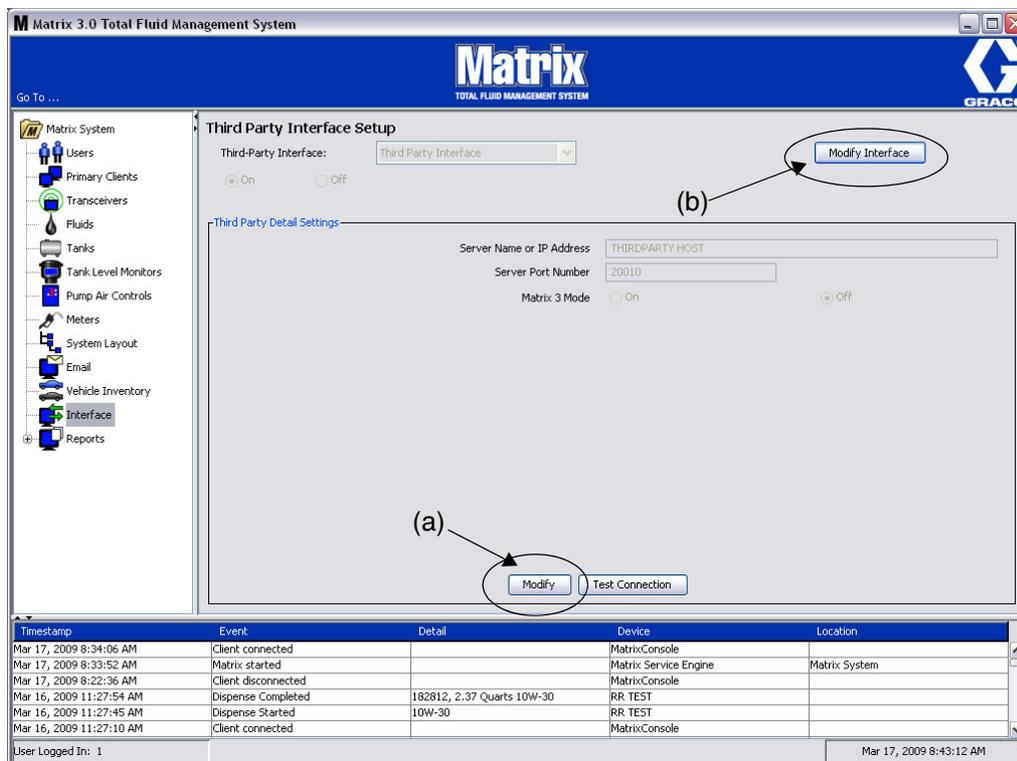
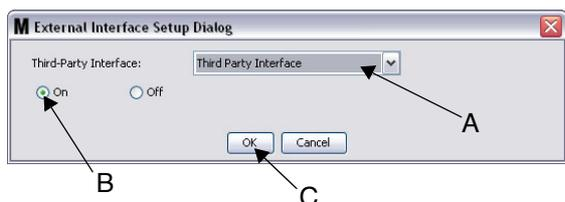

Рис. 162
Рис. 164 Диалоговое окно «External Interface Setup» [Настройка внешнего интерфейса]
1. Нажмите кнопку «**Modify**» [Изменить] (a) (Рис. 162 на стр.118), чтобы отобразить диалоговое окно «External Interface Setup» [Настройка внешнего интерфейса].
1. Нажмите кнопку «**Modify Interface**» [Изменить интерфейс] (b) (Рис. 162). Появится диалоговое окно «External Interface Setup» [Настройка внешнего интерфейса] (Рис. 164). Это диалоговое окно используется для настройки стороннего интерфейса.
2. Выберите сторонний интерфейс из раскрывающегося меню (A – Рис. 164).
3. Установите переключатель «**ON**» [ВКЛ] (B – Рис. 164). Параметр «Third Party Interface» [Сторонний интерфейс] позволяет Matrix использовать сторонний интерфейс.
4. Нажмите кнопку «**OK**» [ОК] (C – Рис. 164), чтобы закрыть окно и подтвердить выбор.